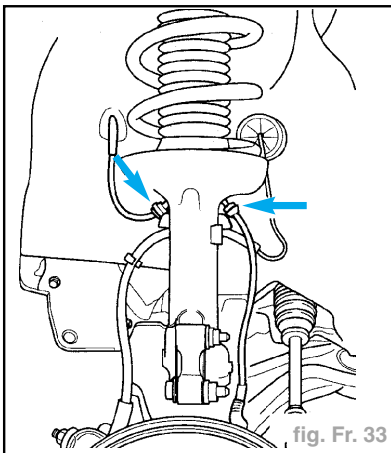

fig. Fr. 33
- Clipser le câble de capteur de vitesse (flèches) (fig. Fr. 33).